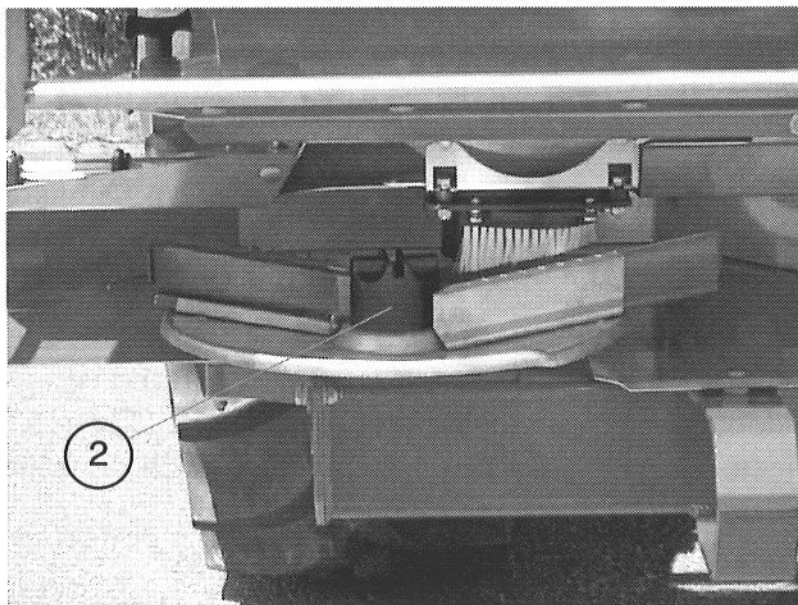

Bild 3
- ◆ Kunststoffhutmutter (Bild 3 Nr.2) vorsichtig ansetzen (nicht verkanten).
- ◆ Kunststoffhutmuttern (Bild 3 Nr.2) von Hand anziehen. (Siehe Bild. 3).
Wichtig: Nach der ersten Betriebsstunde muss die Kunststoffhutmutter (Bild 3 Nr.2) auf Festsitz kontrolliert werden.